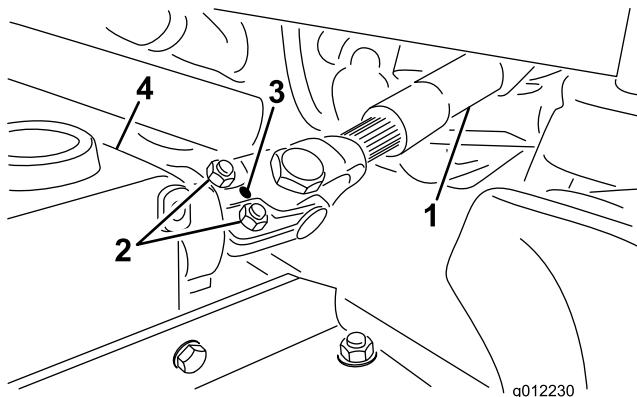

Figura 5
1. Introduzca el árbol macho de la toma de fuerza en el árbol hembra de la toma de fuerza (Figura 5). Alinee los taladros de montaje del eje primario de la caja de engranajes con los taladros del árbol de la toma de fuerza y júntelos.
2. Fíjelos con un pasador cilíndrico (Figura 5).
3. Apriete los pernos y las tuercas (Figura 5).